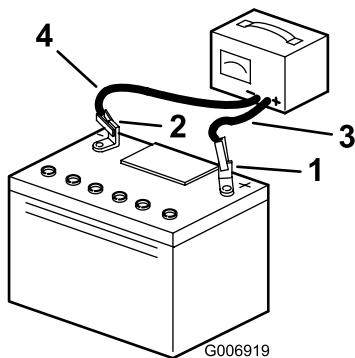

Figura 27
5. Scollegate i cavi del caricatore dai poli della batteria (Figura 27).